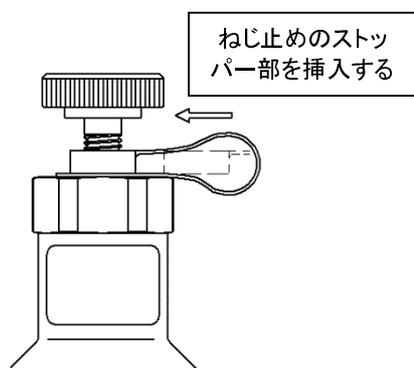

図7
- 6) ねじ止めのストッパ部をテストガグのねじ部に挿入します(図7)。